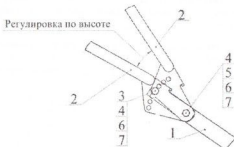

Рисунок 8 – Регулировка руля.
5.1.3 Отверните гайку 5 с болта 4, снимите шайбу 6 и выньте болт (рисунок 8).
5.1.6 Отрегулируйте руль по высоте (рисунок 8) и зафиксируйте с помощью болта 4, гайки-барашка 3 и шайб 6 и 7.